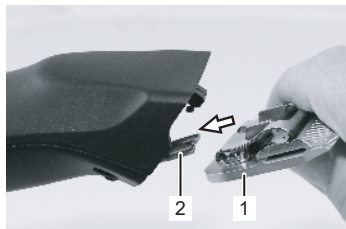
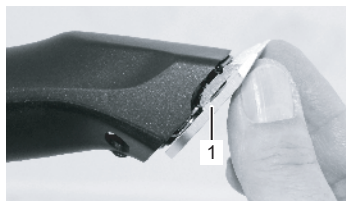

Fig. 17
Fig. 19
6. Installez la tête de coupe désirée sur la charnière de peigne et rabattez-la par pression légère vers la tondeuse en marche (Fig. 17, à Fig. 19).